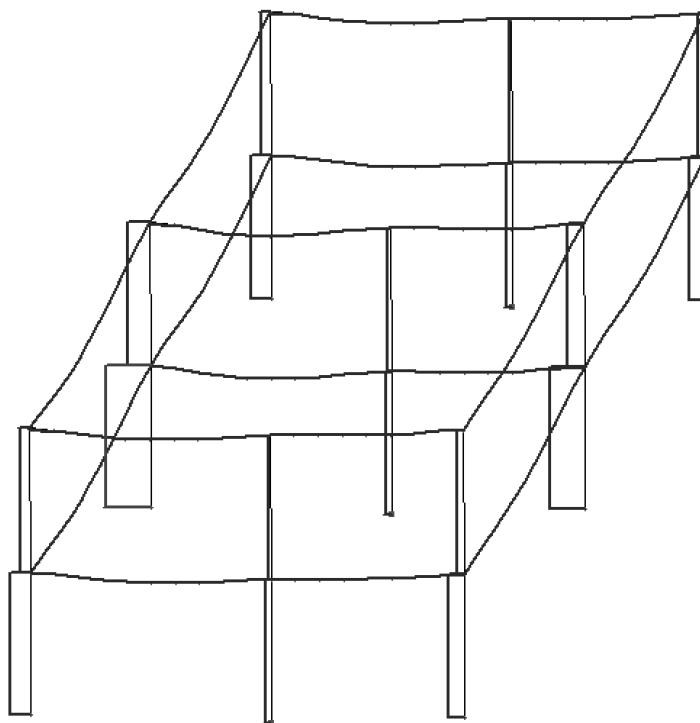

Рис.4.27. Эпюры продольных сил N
- Для вывода эпюры N (рис. 4.27), выполните пункт меню Усилия ⇒ Эпюры ⇒ Эпюры продольных сил **(N)** (кнопка на панели инструментов).